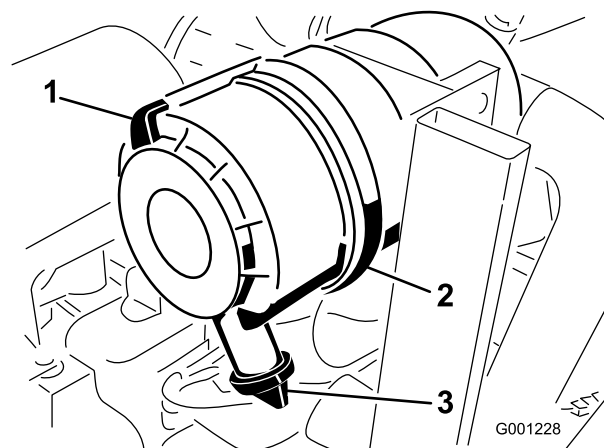

図 46
1. ラッチを引いて外し、カバーを左にひねってボディーからははずす(図 46)。
2. ボディーからカバーを外す(図 46)。
8. 出口バルブが下向き（後ろから見たとき、時計の5:00と7:00の間になるように）カバーを取り付ける（図 46）。